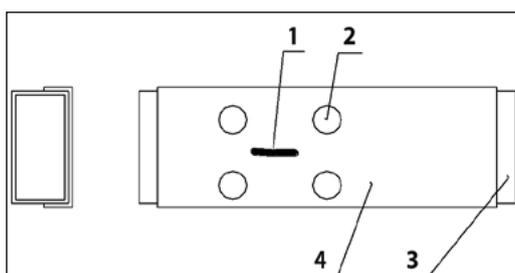

Figura 1-1-3
4. No caso de reforço, a fissura [1] (mostrada na figura 1-1-3) deverá estar no meio do reforço e a aba de recobrimento do reforço deverá ser soldada à asa e à superfície central da viga ou da travessa.
5. Conforme mostrado na figura 1-1-3, quando a longarina [3] apresentar quebra total, ou se a rachadura for muito longa, em função do acúmulo de esforço no local, pode ser usado para reforçar um perfil ranhurado de aço [4] onde deverão ser abertos orifícios [2] para que sejam preenchidos com solda e deverá ser aplicado cordão de solda em todo o contorno entre a placa de reforço e a longarina [3]: